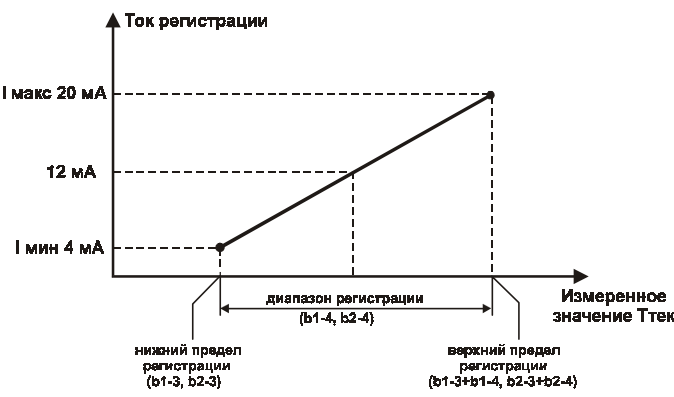

Рис. 13
3.1.5.3. При работе в режиме регистратора ЛУ сравнивает поданную на его вход величину с заданными в параметрах b1-3 (b2-3) и b1-4 (b2-4) значениями и выдает на соответствующее выходное устройство аналоговый сигнал в виде тока 4...20 мА, который можно подавать на самописец или другое регистрирующее устройство. Принцип формирования тока регистрации показан на рис. 13. При работе в этом режиме необходимо установить